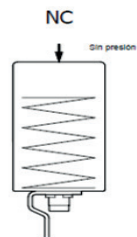

figura 1
La mariposa (3) y el indicador de posición (58) deben estar en posición cerrada (ver figura 1).